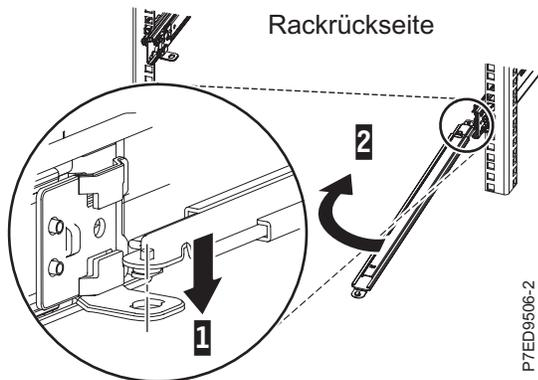

Abbildung 12. Stützarm anschließen
1. Der Kabelträger muss von der Rückseite gesehen an der rechten Seite des Servers installiert werden. In der folgenden Abbildung wird angezeigt, wie er auf der rechten Seite installiert wird. Schließen Sie ein Ende des Stützarms (A) an die rechte Schiene (1) an, damit Sie das andere Ende des Stützarms (2) zur linken Seite des Racks schwenken können (siehe Abb. 12 auf Seite 11).